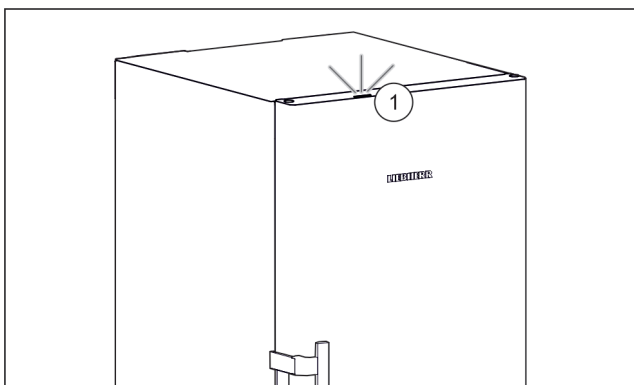

Fig. 51 Aktivna lučka stanja pri zaprtih vratih
- ▷ Lučka stanja Fig. 51 (1) je aktivirana.